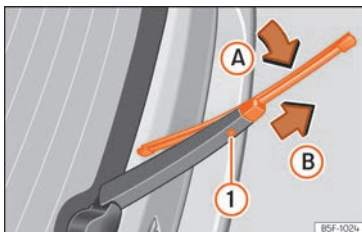

Abb. 41 Scheibenwischerblatt der Heckscheibe auswechseln.
- Wischerblatt leicht drehen »» Abb. 41 (Pfeil A).
- Die Entriegelungstaste ❶ gedrückt halten und gleichzeitig das Scheibenwischerblatt in Pfeilrichtung B abziehen.
- Neues Heckscheibenwischerblatt **gleicher Länge und Ausführung** auf den Scheibenwischerarm entgegen der Pfeilrichtung B schieben, bis der Mechanismus ❶ einrastet.